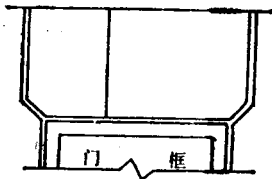
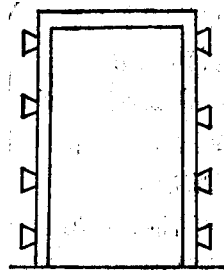
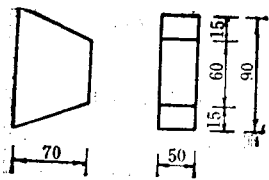

图 3-1-4
图 3-1-5
图 3-1-6
(1) 增强石膏条板的安装可以在打地面之后或之前, 一般后者对嵌固有利, 但应注意打地面时不得将墙面弄脏, 且石膏板下部距地 20cm 高处应做防水处理, 即刷两遍107胶。
(2) 安装墙板, 特别是大面积墙板, 最好用木靠架靠直, 找正, 保证板面平整。
(3) 腻子。腻子用于石膏之间, 石膏板与混凝土构件等的粘结, 其配比为: 石膏粉, 791胶液 = $1:0.7$ (重量比)。一次调腻子不宜太多, 必须在20分钟内用完, 否则不宜再用, 尤其是不能加水后再用。
(4) 粘结前应将所有粘结面(顶面、侧面)用 $1:1$ 水与791胶或107胶涂刷, 进行罩面处理, 加固封闭基层, 除去尘土、酥皮。
(5) 石膏板应三面满披腻子(除下端), 一人在一侧推挤, 一人在下边用宽口撬棍撬起, 直到顶板和侧面石膏板缝均粘牢, 腻子饱满外冒为止。然后侧推的人用木楔将石膏板两面背紧, 将撬棍换下, 注意木楔背的不宜过紧, 防止石膏板弯曲变形。外冒腻子要及时刮平。
(6) 墙整体安装完毕后, 立即用豆石混凝土将下部缝隙(一般 $2\sim 4\text{cm}$)填实, 待混凝土有强度以后, 将木楔撤下, 同时注意不要在初凝前后碰撞墙板。
(7) 木门框、窗框, 均应随墙板同时安装, 不要预留洞口, 要直接在木框上涂抹792胶泥与石膏板挤紧粘牢, 门框上部石膏板应有个小八字如图3-1-4, 这样不易产生裂缝。
(8) 792胶泥为灰褐色膏状物, 用于粘结时注意封闭, 要尽快用完。粘结时基层要凿实, 胶层厚度不得大于 3mm , 粘接后不得长期处于潮湿环境。
(9) 钢门框一般应与石膏板同时安装, 应预先在门框两侧石膏板处按图3-1-5所示凿出木砖位置, 木砖形状见图3-1-6, 钢门框与石膏板间用792胶泥挤严。